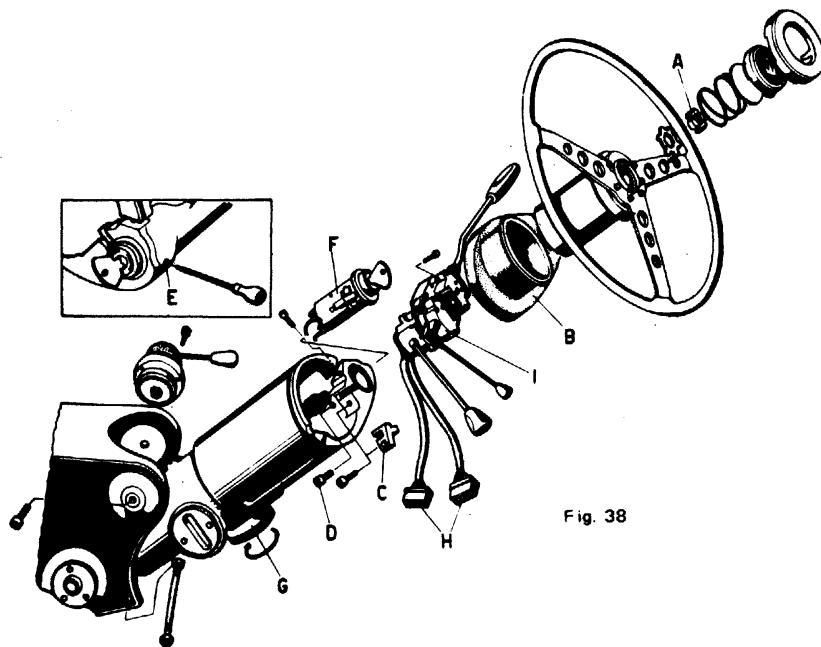

Fig. 38
N.B. - Prima di ogni ricarica del freon è importante controllare, con un'asta di circa 3 mm di diametro e con compressore orizzontale, il livello dell'olio nel compressore che deve essere contenuto tra i 21 mm minimo e i 35 mm massimo (vedi fig. 38: tappo olio compressore).
N.B. - Prior to every Freon recharge it is important to check, by means of a dipstick of diameter 3 mm approximately and with horizontal compressor, the oil level in the compressor, which should be between a minimum of 21 mm and a maximum of 35 mm (see fig. 38: compressor oil level plug).
SOSTITUZIONE GRUPPO COMANDO LUCI (fig. 38)